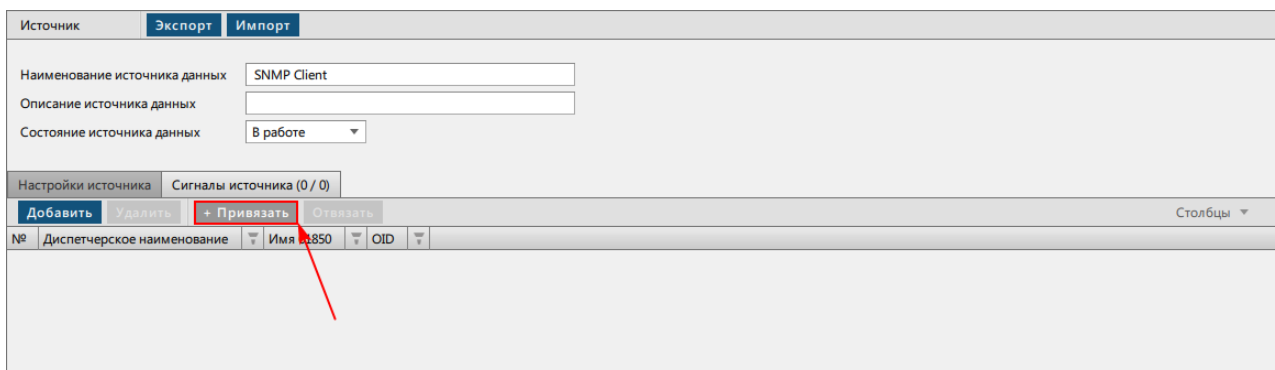

Рисунок 236 - Привязка сигнала
5. Перейдите во вкладку **Сигналы источника**. Нажмите **+ Привязать** (Рисунок 236).